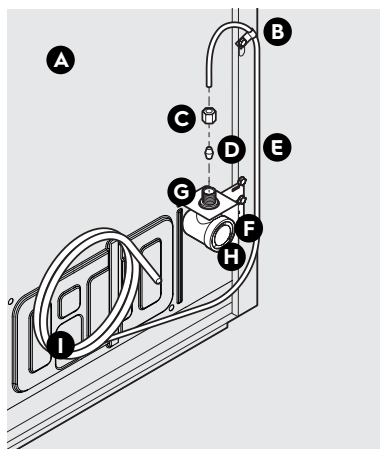
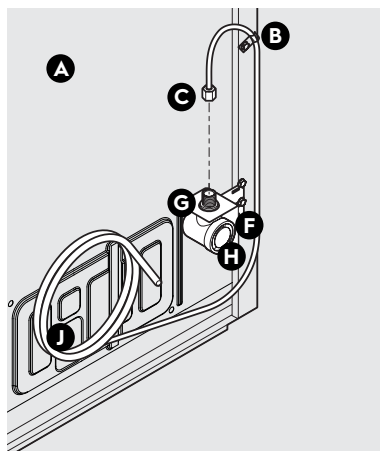

Figure 1
Figure 2
4. Si vous utilisez un **tuyau en cuivre** : faites glisser l'écrou de compression en laiton, puis placez la bague (raccord) sur la conduite d'alimentation en eau. Poussez le tuyau d'alimentation en eau dans l'entrée de la vanne d'alimentation en eau aussi loin que possible (6,4 mm/¼ po). Faites glisser la bague (raccord) dans l'entrée de la vanne et serrez à la main l'écrou de compression sur la vanne. Serrez un autre demi-tour avec une clé. NE PAS trop serrer. Consultez la figure 1.
Si vous utilisez un **tuyau flexible tressé en acier inoxydable**, l'écrou est déjà assemblé sur le tuyau. Faites glisser l'écrou sur l'entrée de la vanne et serrez l'écrou à la main sur la vanne. Serrez un autre demi-tour avec une clé. NE PAS trop serrer. Consultez la figure 2.
| B                                                                                                                             | Pince en acier (fig. 1 : 6,4 mm [1/4po]; Fig. 2 : 12,7 mm [½ po])                                                    |